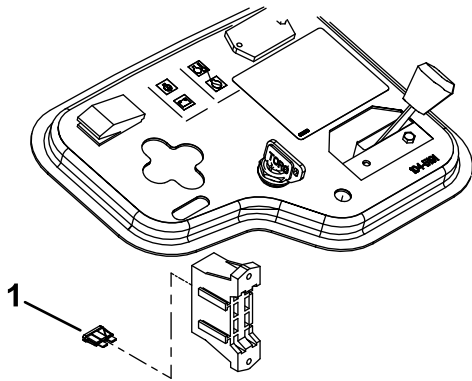

图 7
9. 将 10A 保险丝安装到保险丝盒内打开的插座（图 7）。